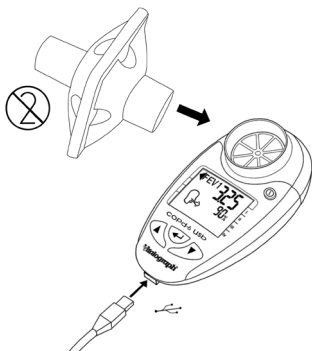

Abbildung 2: Einsetzen des Mundstücks in den Messkopf
3. Wie in Abbildung 2 dargestellt, ein Mundstück am Messkopf anbringen.